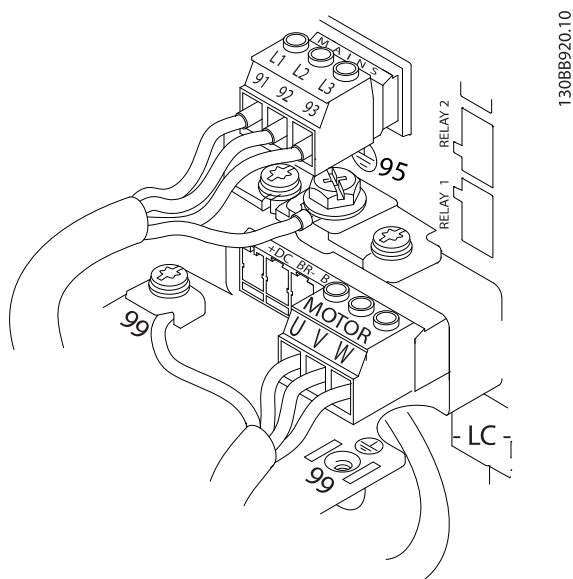

Ilustración 3.7 Ejemplo de cableado de motor, red y toma de tierra
- Conecte el cableado del motor trifásico a los terminales 96 (U), 97 (V) y 98 (W).
- Conecte el cableado de potencia de entrada de CA trifásica a los terminales L1, L2 y L3 (consulte la *Ilustración 3.7*).
La *Ilustración 3.7* representa la entrada de red, motor y toma de tierra para convertidores de frecuencia básicos. Las configuraciones actuales pueden variar según los tipos de unidades y el equipo opcional.